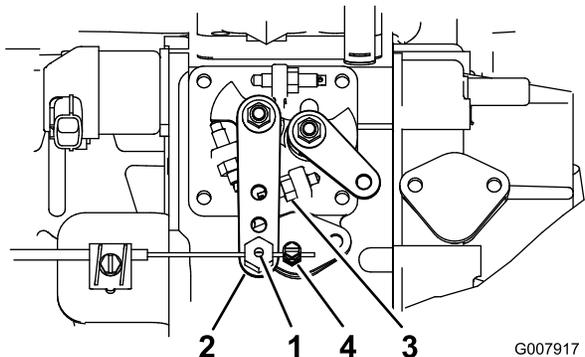

Рисунок 58
2. Ослабьте соединитель на тросике дроссельной заслонки, расположенный рядом с рычагом насоса для впрыска топлива (Рисунок 58).
3. Удерживайте рычаг насоса для впрыска топлива прижатым к упору высоких оборотов холостого хода (Рисунок 58).